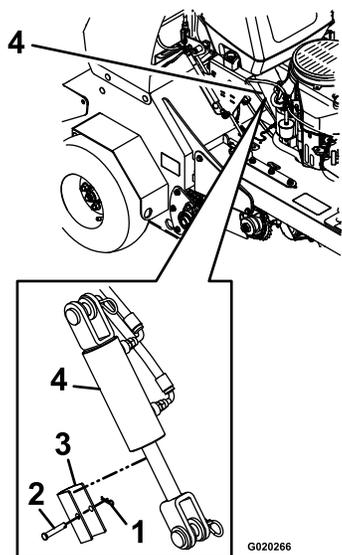

Figure 6
9. Retirez la goupille fendue, l'axe de chape et la butée de vérin, comme montré à la Figure 6, et conservez-les.